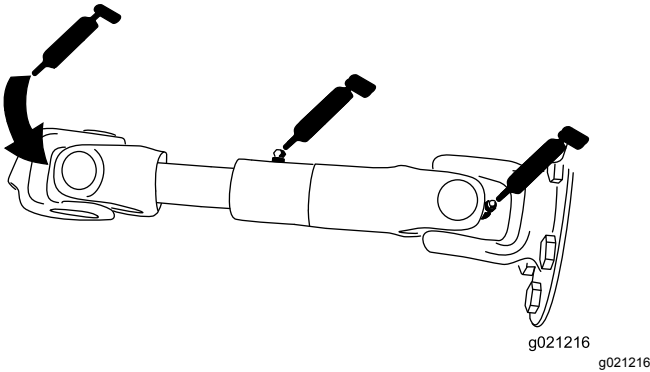

Figura 61
- Eje de transmisión de la bomba (3) (Figura 61)